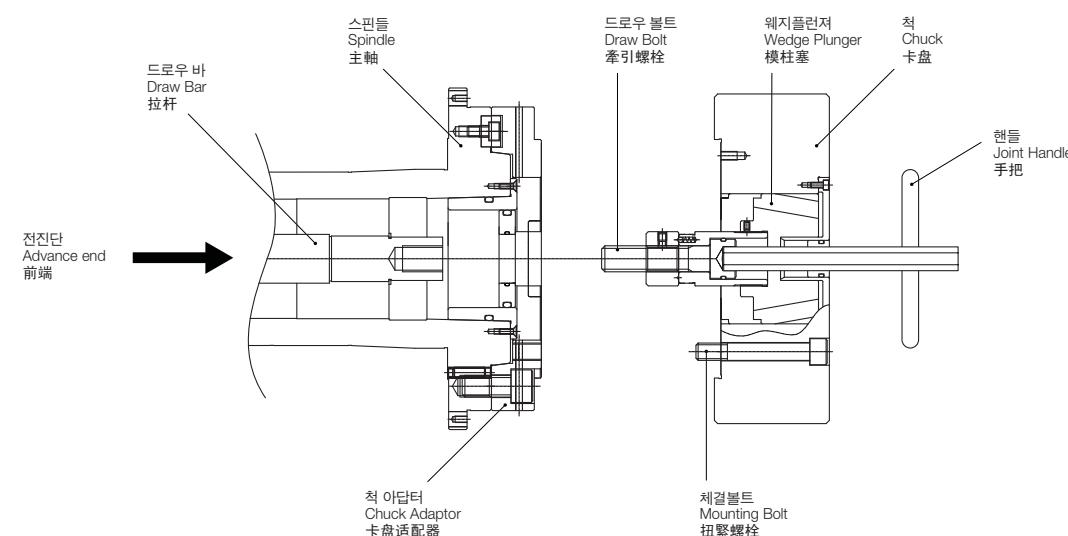

Fig.4
(参照图4)
(4) 척을 드로우 바에 연결합니다. 척의 소프트 조와 커버를 떼어내고 척 핸들을 척의 중심 구멍에 삽입하여 드로우 볼트를 회전시키면서 드로우 바를 연결하여 주십시오.(Fig.4)
(4) 请将夹头连接在拉杆上。请打开夹头的软爪和盖子, 把连接用把手插到夹头的中心孔, 使用牵引螺栓使之与拉杆连接。(Fig. 4) 在连接draw螺丝和拉杆时, 若不容易连接, 请确认螺丝部位. 若硬是连接, 有可能损坏柱塞和配件。